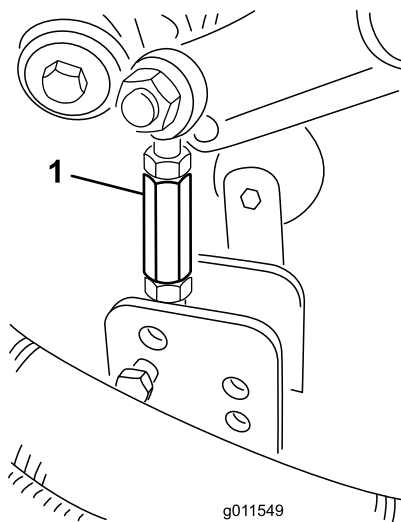

**Bild 6**
- Entfernen Sie die Schrauben (8), Scheiben und Sicherungsmuttern, mit denen die Hubarmbefestigung an den Mähwerkhalterungen befestigt ist (Bild 6).